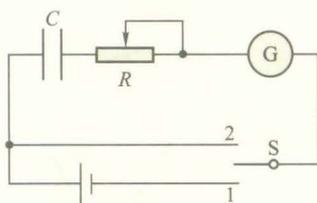

图 2-4-2
2. 如图 2-4-2 所示连接电路，其中 G 为不通电时指针位于表盘中央的演示用电流表，S 是单刀双掷开关，R 是滑动变阻器，先把开关 S 扳至 1 位置，观察电流表指针的偏转情况，经过一段时间再把开关 S 扳至 2 位置，观察电流表指针偏转情况。